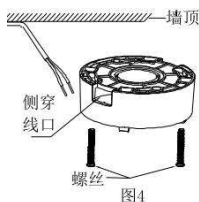

图4
(4) 或将线穿过侧穿线口，用螺丝将底座固定在墙顶。如图 4 所示。